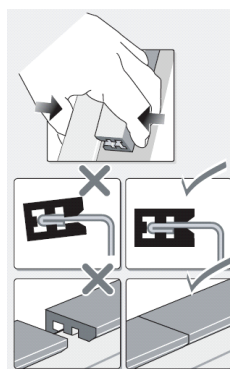

Figure 59 Montez la nouvelle glissière
- Poussez sur la nouvelle glissière ; reportez-vous à la Fig. 59.